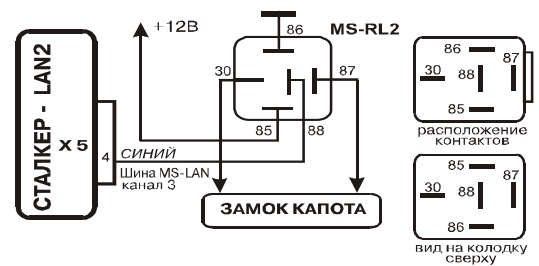

Рис.1. Схема подключения MS-RL2
2. Отключить аккумулятор. Если аккумулятор отключать нельзя, рекомендуется снять предохранители, чтобы обесточить цепи монтажа. В соответствии со схемой подключения (рис.1) выбрать место для установки модуля и произвести механические работы.